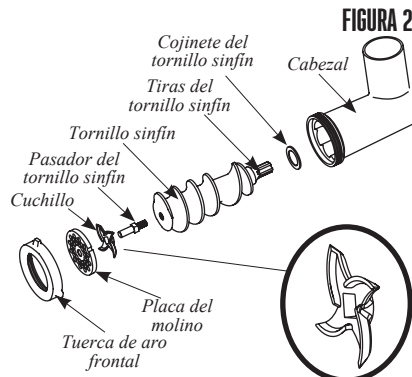

FIGURA 2
3. Inserte el tornillo sinfín, con el cojinete del tornillo sinfín colocado, dentro del cabezal (FIGURA 2). Alinee las tiras del tornillo sinfín con el eje de transmisión del molino.
4. Coloque el cuchillo en el extremo cuadrado del perno del tornillo sinfín (FIGURA 2). Asegúrese de que las navajas de la cuchilla miran hacia afuera.